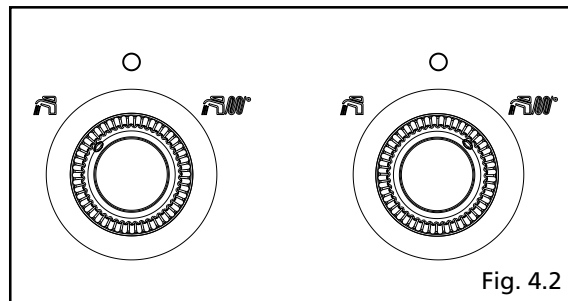

Fig. 4.2
- posizionare l'interruttore generale su acceso e il selettore di funzione su estate  o inverno  (fig. 4.2) a seconda del tipo di funzionamento prescelto. Nel caso in cui siano collegati ad un orologio programmatore o un termostato ambiente, è necessario che questi siano in posizione acceso e che siano regolati ad una temperatura superiore a quella